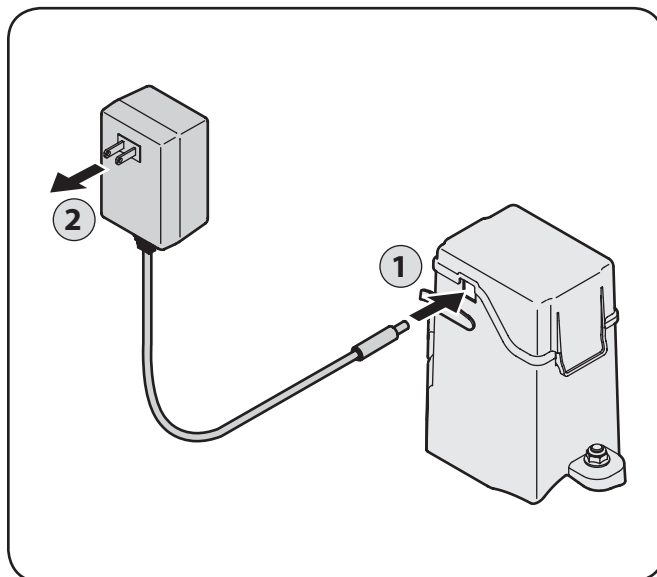

Figure 7-4
1. Enlevez le couvercle de la batterie et branchez le connecteur mâle dans le connecteur femelle situé sur le côté du boîtier de la batterie. Voir Figure 7-4.